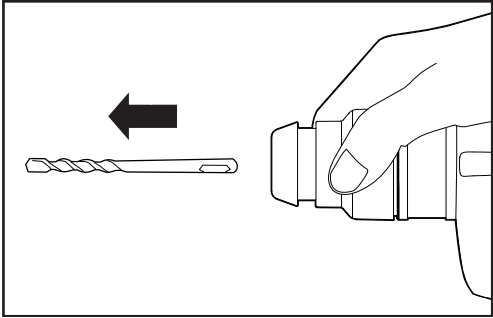

рис. 3
**ПРЕДУПРЕЖДЕНИЕ:** Нет необходимости на стопорную втулку патрона (9), когда вы вставляете сверло в SDS+ патрон (1).
**Удаление SDS+ сверла (См. рис. 3)**
- Нажмите на стопорную втулку патрона (9) сначала в направлении стрелки, затем удерживайте сверло и удалите его из SDS+ патрона.